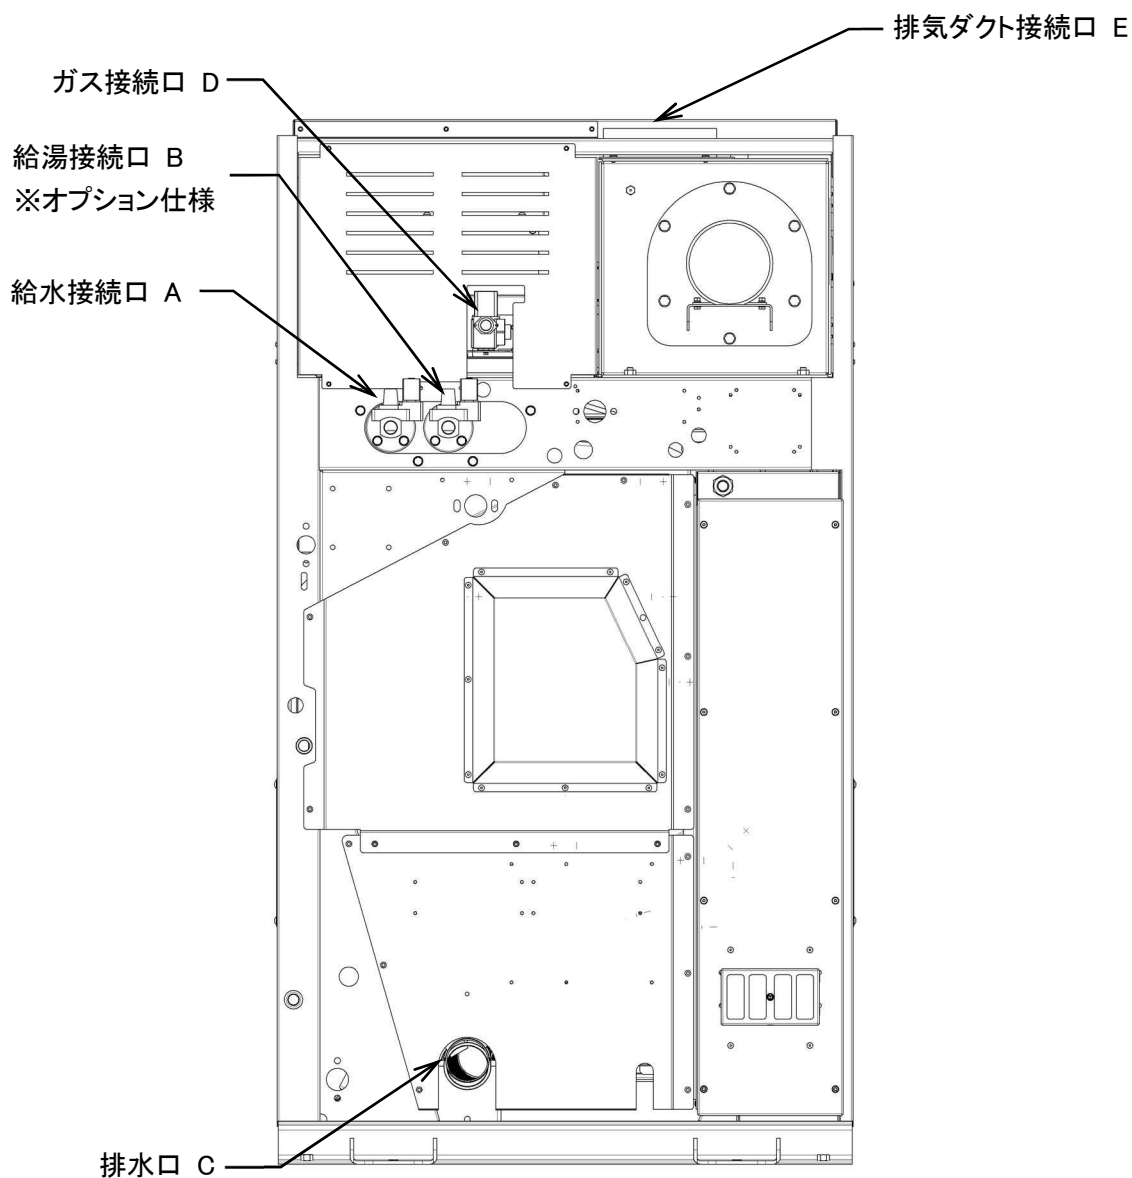

図 5-1
- ・ 排水口 C に配管を接続します。(図 5-1)
- ・ ガス配管接続口 D に配管を接続します。(図 5-1)
- ・ 排気ダクト接続口 E にダクトを接続します。機械の排気ダクト径は、外形は $\phi 198\text{mm}$ です。(図 5-1)